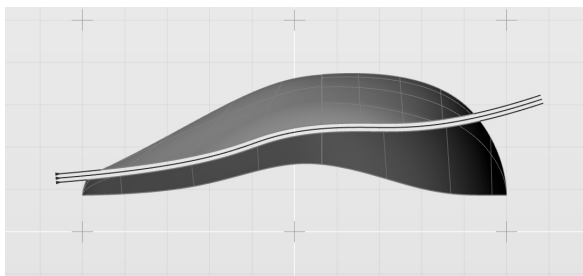

图 5-192 用偏移曲线对曲面做修剪
2) 使用位于上部的偏移曲线修剪所有靠上部的曲面；使用下部的偏移曲线修剪所有靠下部的曲面，如图 5-192 所示。随后将“曲线 03”以及两条偏移曲线隐藏。